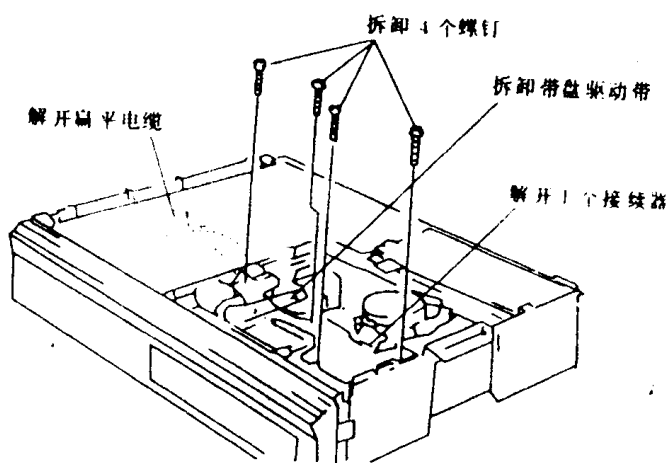

图 1-9
②从主电路板上解开扁平电缆,如图 1-9 所示。
③解开 1 个接续器。
④拆卸带盘驱动皮带。
⑤拆卸 4 个螺钉并将传感器电路板取出。